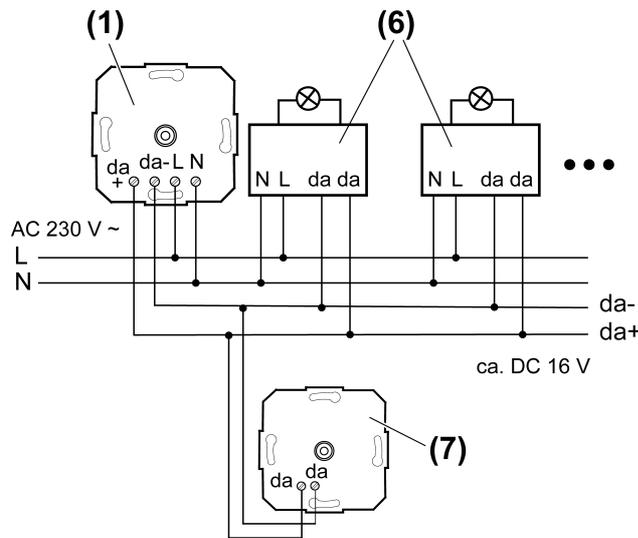

Figure 2
- (1) Potentiomètre DALI avec bloc secteur
- (6) Participant DALI, p. ex. ballast électronique DALI
- (7) Potentiomètre DALI sans bloc secteur
- Brancher le potentiomètre DALI et le ballast électronique DALI selon l'exemple de branchement (figure 2). Lors de cette opération, respecter les instructions du fabricant du ballast électronique.